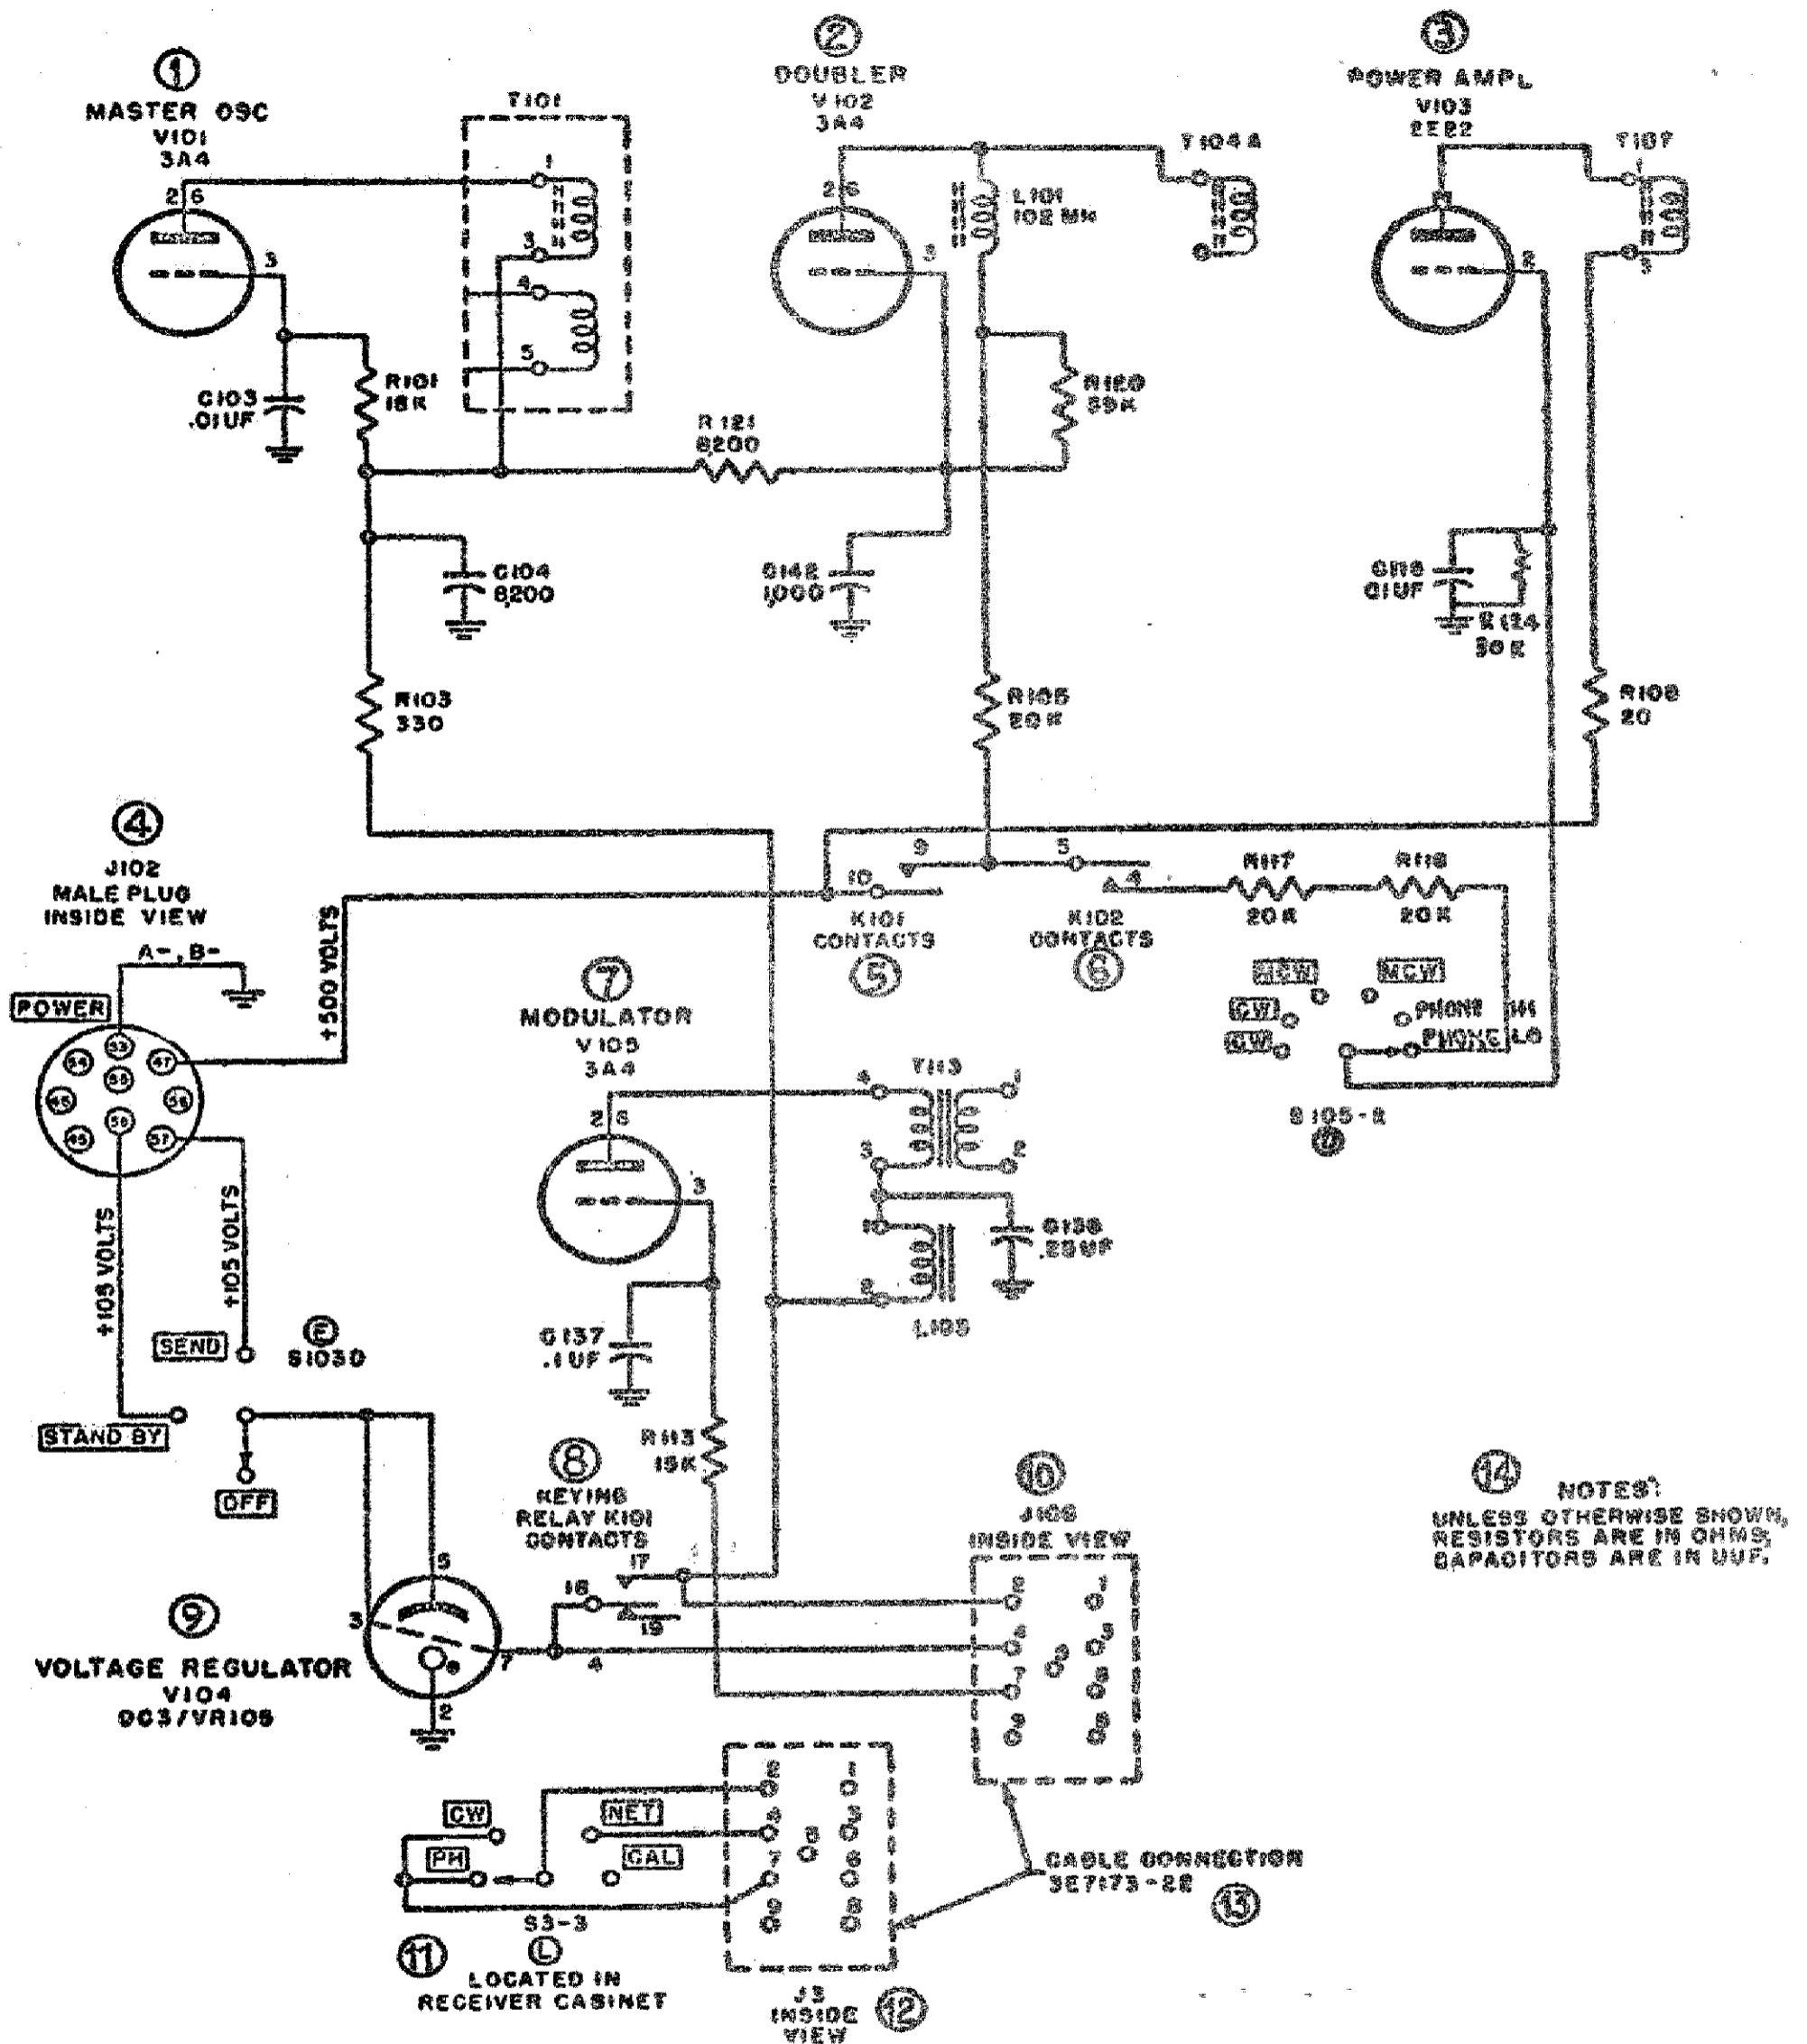

FIG. 33. - Circuiti di alimentazione di placca e griglia schermo del trasmettitore.
3) la griglia schermo riceve tensione attraverso la resistenza di caduta R113 che si collega al terminale 7 della presa J106 (vedi schema generale). Il terminale 7 sull'J106 è collegato al terminale 2 dell'J106 a mezzo di connessioni, attraverso i circuiti posti nell'interno del ricevitore (fig. 33). Il terminale 2 si collega al + di A.T. attraverso i contatti 17, 18 del relè K101. Quindi la tensione di
47 - Circuiti di alimentazione di placca e di griglia schermo del trasmettitore (fig. 33).
f. ALIMENTATORE A VIBRATORE PE-237. — Affinchè il trasmettitore possa essere alimentato a mezzo del vibratore, il cavo CD-1086 viene innestato sull'J106 del trasmettitore e sulla presa 734 dello alimentatore (fig. 17). Quando l'apparato deve eseguire lunghi periodi di ascolto solamente, funziona solo una parte dell'alimentatore che fornisce tensioni per il ricevitore. Questa parte consuma meno della parte che fornisce tensioni per il trasmettitore e funziona quando il commutatore S103D è posto su STANDBY (fig. 33). Un'altra parte del vibratore fornisce invece l'energia necessaria per il funzionamento del ricevitore e del trasmettitore. Questa funziona quando il commutatore (E) è posto su SEND.
h. ALIMENTATORE A MOTORE DINAMO DY-88/GRC-9. — L'alimentatore PE-237 può essere sostituito dall'alimentatore a motore dinamo DY-88/GRC-9. Affinchè il trasmettitore riceva alimentazione dall'alimentatore a motore dinamo, occorre innestare il cavo CD-1086 della presa J106 dal trasmettitore alla presa J202 dell'alimentatore a motore dinamo. Quando la stazione viene usata per lunghi periodi di ascolto, entra in funzionamento il circuito del vibratore dell'alimentatore a motore dinamo. Tale circuito consuma meno energia di quanto non ne consumi il circuito della dinamo. Quando il commutatore (E) S103D è posto su STANDBY funziona il circuito del vibratore (fig. 33). Quando il comando (E) è posto su SEND, funzionano sia il circuito della dinamo che quello del vibratore e quindi l'alimentatore fornisce alimentazione sia al ricevitore che al trasmettitore.